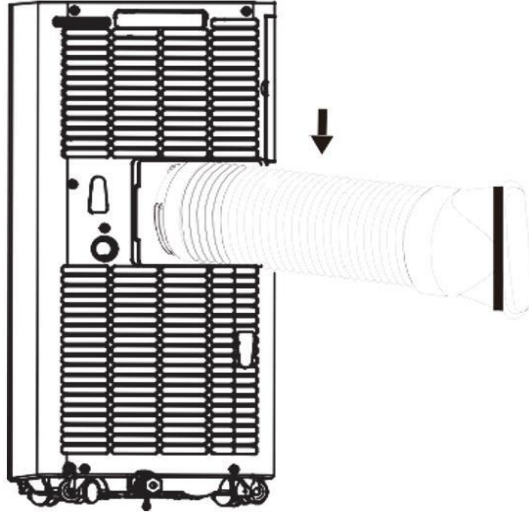

Fig.1
- Enrosque la manguera de aire de escape (con adaptador) en la salida de aire de escape situada en la parte trasera del aparato (en sentido contrario a las agujas del reloj, fig. 1).